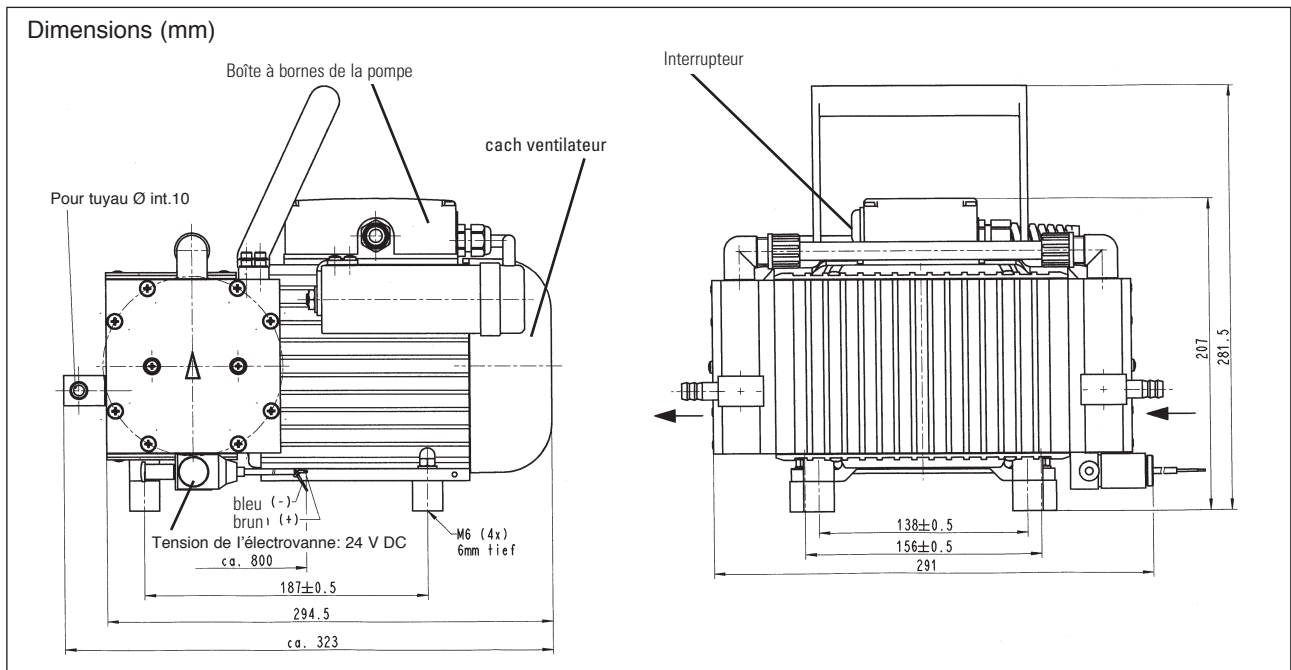

Figure 1: Pompe PM 16527-N 860.3-2.00
- L'électrovanne doit être raccordée au pilotage électronique du système de séchage (non livré) (voir figure 1.)
- 2 Actionner l'interrupteur marche/arrêt de la pompe (voir figure 1).
4 Dévisser les vis du cache ventilateur (voir figure 1), et retirer le cache ventilateur.